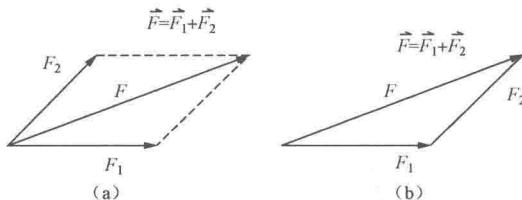

图 1-4 作用在同一点但不在同一直线上的两个力的合成
1) 平行四边形法则。已知作用于一点，不在同一直线上的两个力  $F_1$  和  $F_2$ ，以  $F_1$  和  $F_2$  为两个已知边， $F_1$  和  $F_2$  的作用点为交点，画出平行四边形，过  $F_1$  和  $F_2$  交点的对角线就是合力，即合力  $F$  等于两个分力  $F_1$ 、 $F_2$  的矢量和。作用点、大小、方向见图 1-4 (a)。
2) 三角形法则。已知作用于一点，不在同一直线上的两个力  $F_1$  和  $F_2$ ，以  $F_1$  和  $F_2$  为两个已知边，将  $F_2$  平移， $F_2$  与  $F_1$  首尾相接作为三角形的两个边，画出三角形的第三边就是合力。作用点、大小、方向见图 1-4 (b)。